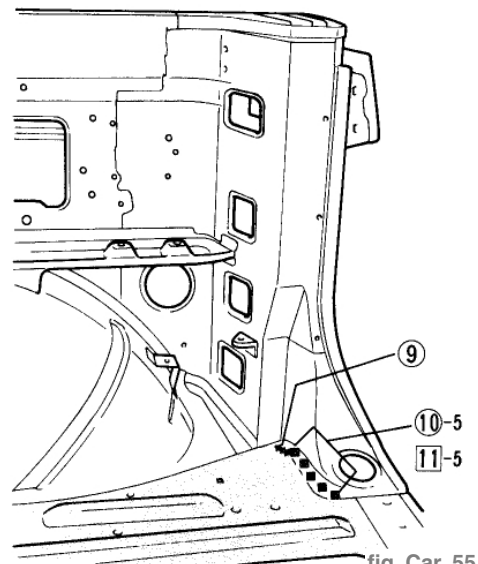

fig. Car. 55
- (fig. Car. 55) (voir page suivante)